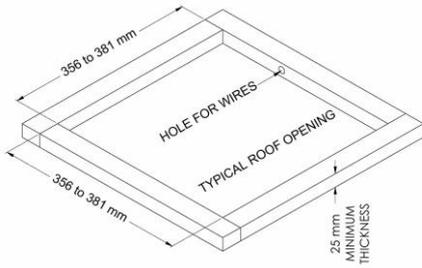

Figure 1
3. Examinez l'ouverture du toit. Si l'ouverture est plus petite que 35,56 cm x 35,56 cm (14 po x 14 po), vous devrez l'agrandir. Si l'ouverture est plus grande que 38 x 38 cm (15 x 15 po), vous devrez fabriquer un cadre de montage sur place pour réduire la taille de l'ouverture (voir Figure 1).
B. Si vous n'employez pas une ouverture d'évent, vous devrez découper une nouvelle ouverture (voir Figure 1) dans le toit du véhicule. Une ouverture correspondante devra aussi être découpée dans le plafond à l'intérieur du véhicule. Découpez l'ouverture du plafond soigneusement. Si le plafond est recouvert de tapis, vous pourriez l'effiloche. Une fois les ouvertures dans le toit et le plafond découpées à la taille appropriée, vous devez installer un élément de soutien encadré entre le toit (extérieur) et le plafond (intérieur). L'élément de renforcement encadré doit respecter les lignes directrices suivantes :
La série 48000 d'Airxcel exige un écart minimum de 2,54 cm (1 po) entre le toit du véhicule et son plafond (intérieur). Un cadre de soutien type est illustré dans la Figure 1. L'ouverture du cadre doit permettre le passage du câblage d'alimentation. Acheminez le câblage d'alimentation dans le cadre au moment de son installation.